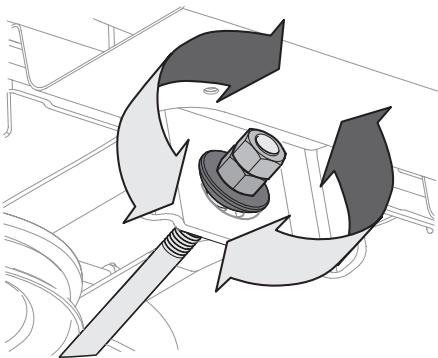

Figure 29
- Pour relever l'avant du plateau de coupe, desserrez l'écrou supérieur, puis resserrez l'écrou inférieur (tournez vers la droite). Voir Figure 29. Après avoir effectué le réglage approprié, serrez l'écrou à un couple de 25 à 30 pi-lb (34 à 41 N-m).
- Pour abaisser l'avant du plateau de coupe, desserrez l'écrou supérieur, puis desserrez l'écrou inférieur (vers la gauche). Voir Figure 29. Une fois le réglage approprié effectué, serrez l'écrou supérieur.